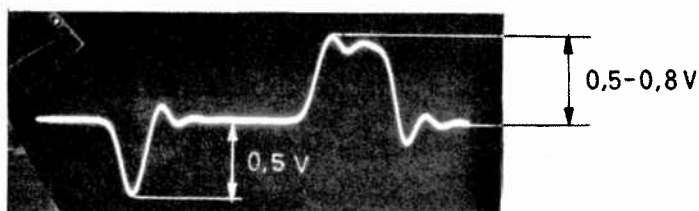

Bild 5
3.4.2.3 Anslut oscilloskopet till mätjacken TP201 INPUT på nedre synkseparatorn. Kontrollera att en pulsbild enligt bild 5 erhålls.